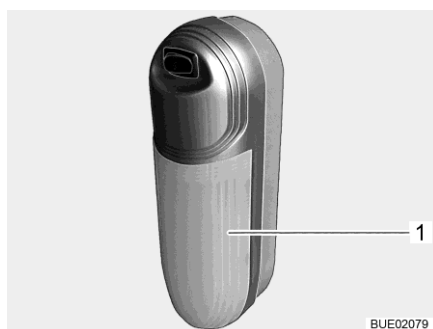

Bild 295 Påbyggnadslampa
- Lampbyte: ■ Transparent kåpa (Bild 295,1) lätt att dra ur från kontakten och ta bort.